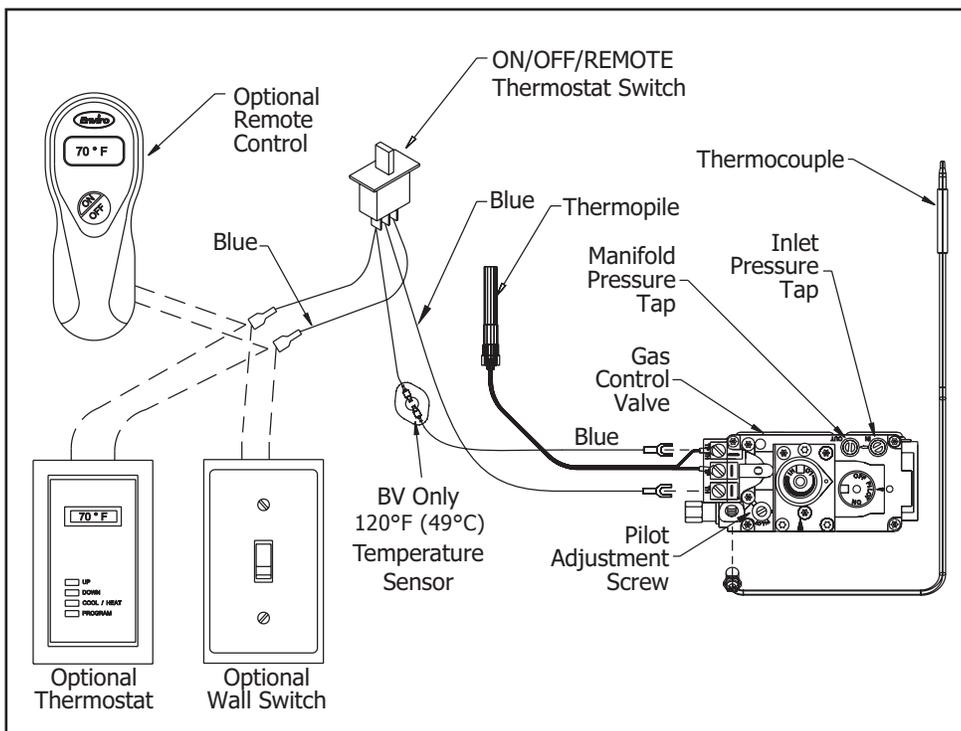

Figure 31: Câblage Accessoire
Le Q2G provient de la fabrication d'un interrupteur marche / arrêt monté sur le panneau de commande. Si vous souhaitez installer un interrupteur mural ou un thermostat puis utiliser le diagramme pour vous aider lors du câblage de l'accessoire dans l'unité. Débranchez la connexion derrière l'interrupteur dans le panneau de contrôle comme robinet dans les deux (2) bornes comme indiqué sur la figure 31